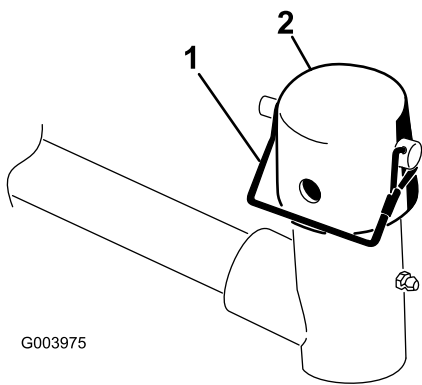

Figura 7
6. Retire el pasador de seguridad de la horquilla de pivote del brazo de elevación. A continuación, retire el tapón (Figura 7).
10. Sujete el tapón y el eje del bastidor de tiro a la horquilla del brazo de elevación con el pasador de alambre (Figura 7).